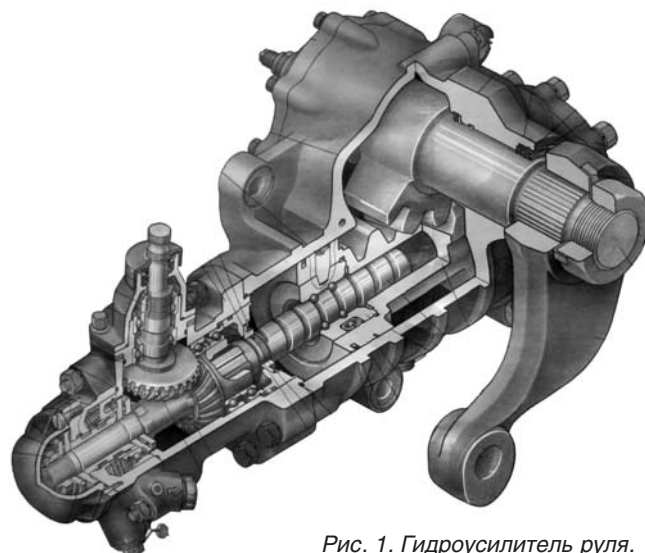

Рис. 1. Гидроусилитель руля.
- непосредственно механизма, представляющего классический тип рулевого управления «винт – шариковая гайка – рейка – сектор», в котором роль поршня гидроусилителя выполняет сама рейка (рис. 1);